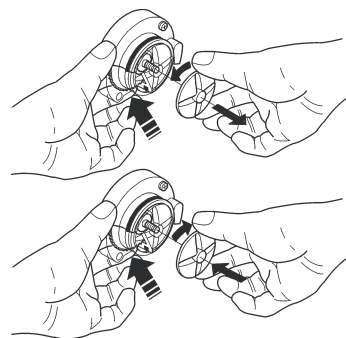

Рис. 20
- для того чтобы разобрать роторы, просто заблокируйте пальцем диск, установленный на оси миксера (см. Рис. 20);